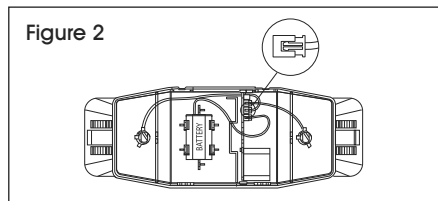

Figure 2
4. Reliez à la batterie au moyen des connecteurs. (Voir Figure 2)
3. Connectez la batterie avant que l'unité soit fournie en alimentation CA continue. (Voir Figure 2)